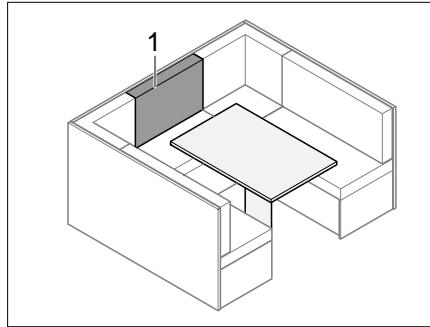

Bild 189 Vor dem Umbau
- Rückenpolster (Bild 189,1) vor das Zusatzpolster auf den Tisch legen.